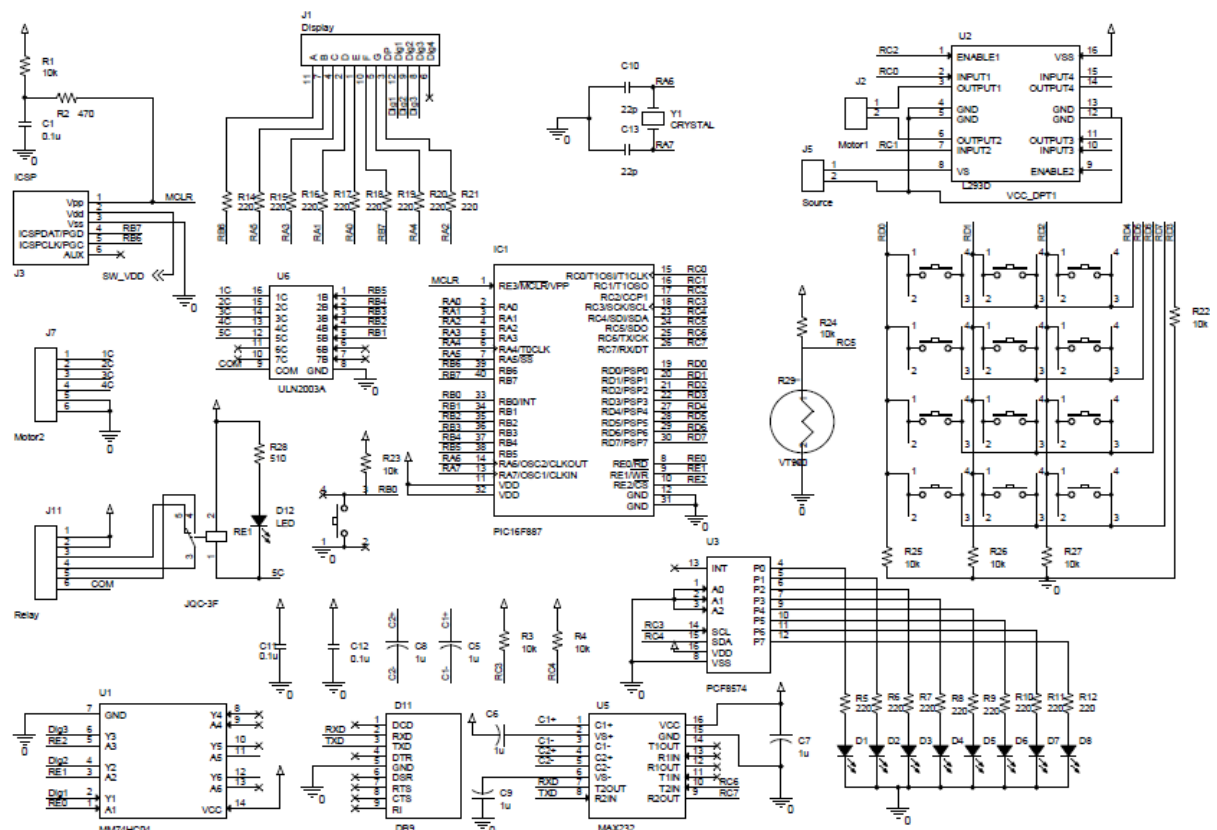
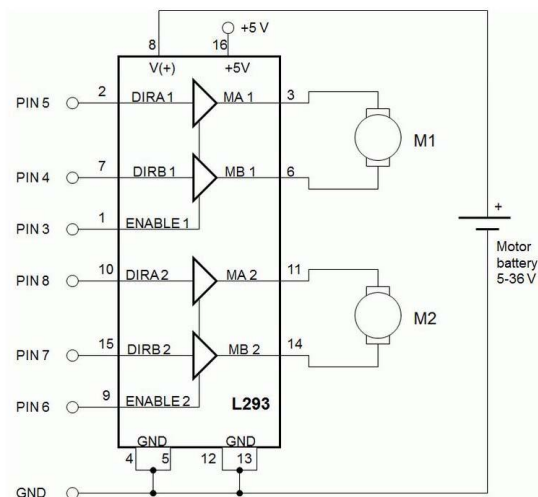

Рис. 2. Схема электрическая принципиальная стенда №2.
Рис. 3. Внутренняя структура L293.
2.2. С помощью команды меню «Файл» → «Открыть» откройте модель лабораторного стенда №2. в среде моделирования Proteus ISIS Professional (рис . 1). На рис. 2. приведена схема электрическая принципиальная стенда №2
3.1. Подключите к плате стенда №2 согласно приведенным схемам через разъемы J2 и J5 на схеме рис. 2 двигатель постоянного тока (ДПТ) и внешнее питание для двигателя. На рис. 3 приведена внутренняя структура микросхемы драйвера двигателей. Используется только один канал. Направление двигателя